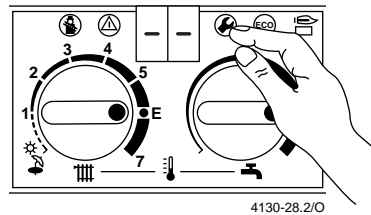

Figura 48
- Premir e manter premida a tecla de serviço até aparecer „--“ no display (figura 48).